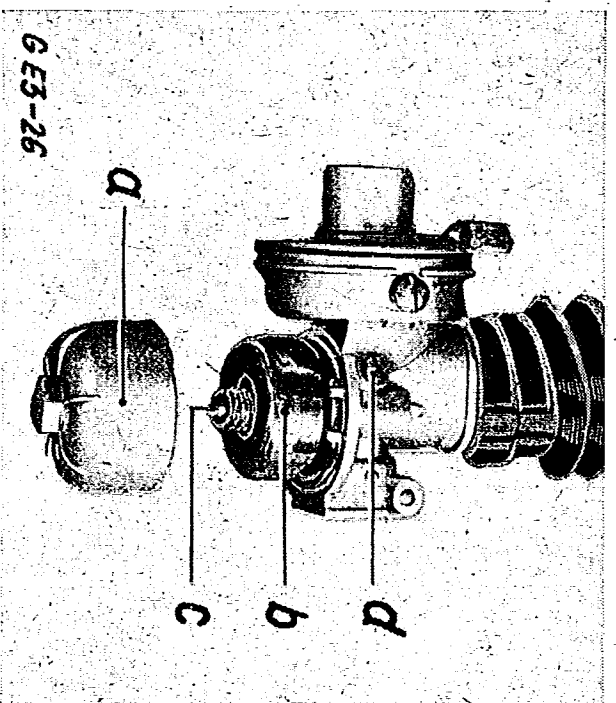

Bild 5. Vergaser zerlegt
3. **Vergaser** (siehe Bild 5): Um den Vergaser zu reinigen genügt es, außer dem Sieb, das von unten in die Tülle für den Kraftstoffschlauch eingesetzt ist, die Schwimmerkappe abzuschrauben und zu reinigen. Dies erfolgt mit einem Schlüssel (SW 14) an dem unten an der Schwimmerkappe befindlichen Sechskant. Unter der Schwimmerkappe sind im Inneren des zentralen Gewindestücks am Vergasergehäuse die Düsen zugänglich. Die Hauptdüse reicht fast bis zum Ende des Gewindestücks und ist mit einem Schraubenzieher leicht herauszuschrauben. Sie wird beim Reinigen nur durchgeblasen oder mit der Borste eines Pinsels gesäubert. Auf keinen Fall hierbei einen Stahldraht benutzen: Die Naddeldüse braucht beim Reinigen des Vergasers nicht ausgebaut zu werden.